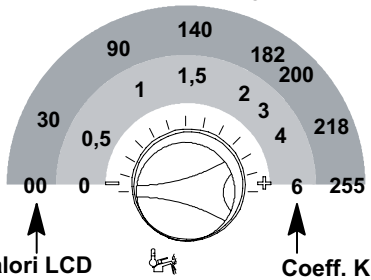

Fig. 5.40
- Impostare il valore ruotando la manopola in Fig. 5.40 da un minimo di **30** (la sequenza P15 si alterna 30)